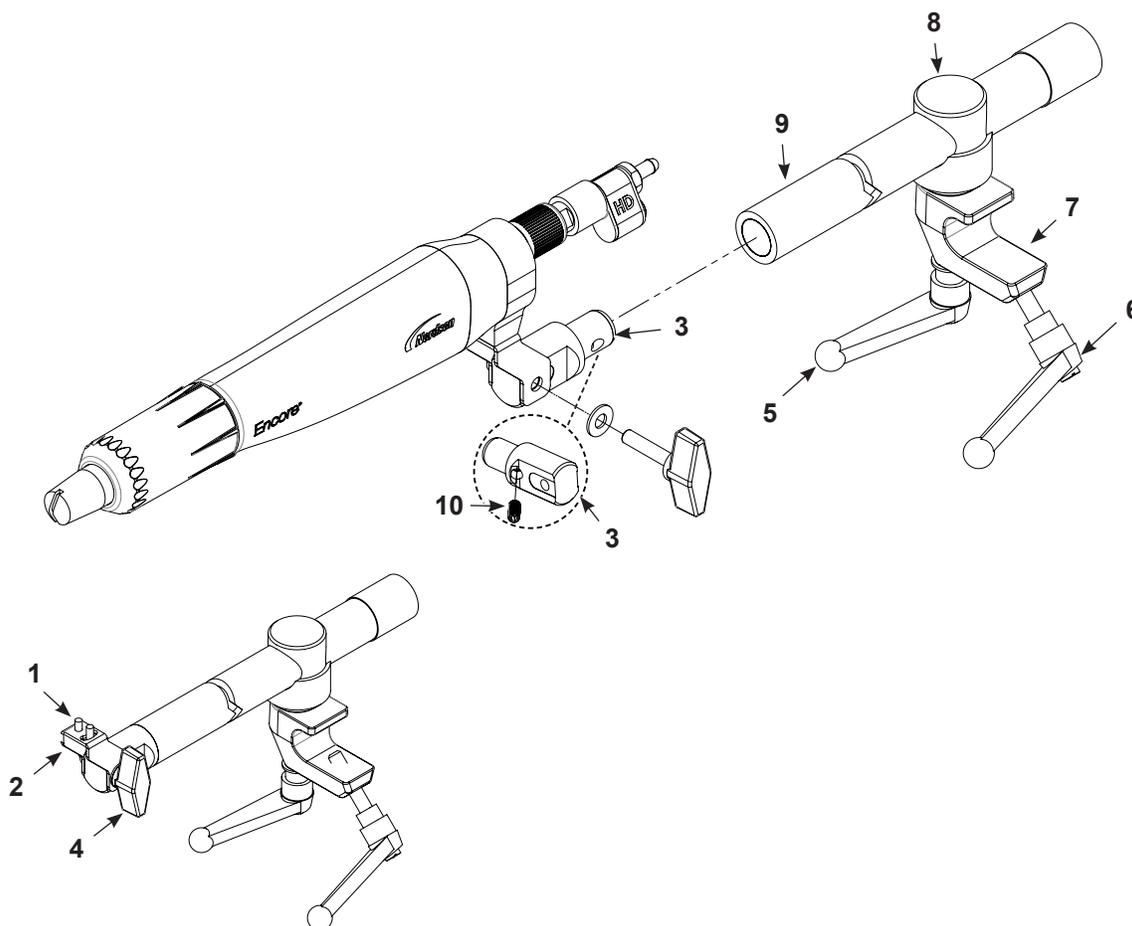

Figura 3-5 Pistola a spruzzo con montaggio su barra
7. Vedi Figura 3-5. Installare l'adattatore di montaggio su barra della pistola a spruzzo (3) nell'estremità della barra per pistola (9) e fissarlo stringendo la vite di arresto (10) con una chiave esagonale da 4 mm.
- Per muovere la punta della pistola a spruzzo da un lato all'altro allentare le viti a bottone (1).
- Per inclinare la punta della pistola a spruzzo in su o in giù allentare la manopola di inclinazione (4).
- Per ruotare o regolare la barra per pistola sul corpo di bloccaggio (8) allentare la maniglia di rotazione (5).
8. Per montare la pistola a spruzzo su un supporto fisso per pistola a spruzzo, un oscillatore o un reciprocatore, posizionare il morsetto (7) su una barra di montaggio da 2,54 cm (1 in.) e serrare la maniglia del morsetto (6).